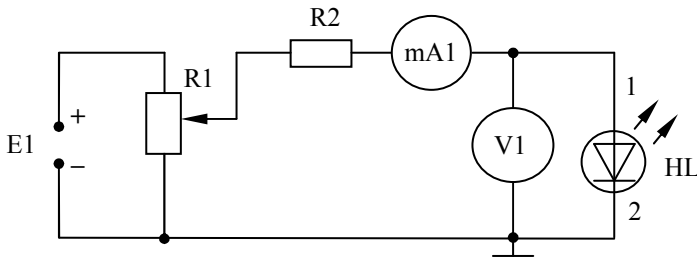

Рис.4. Электрическая схема для снятия ВАХ светодиода
4. Собрать электрическую схему для снятия ВАХ светодиода (рисунок 4)